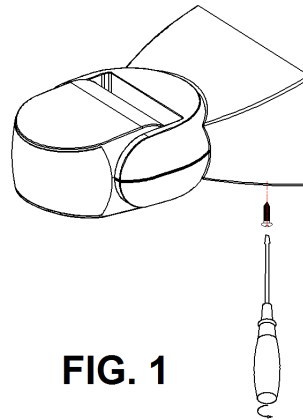

FIG. 1
1. Quite el tornillo de la tapa trasera. (fig. 1)
7. Atornille el sensor a la tapa trasera. (fig. 1)